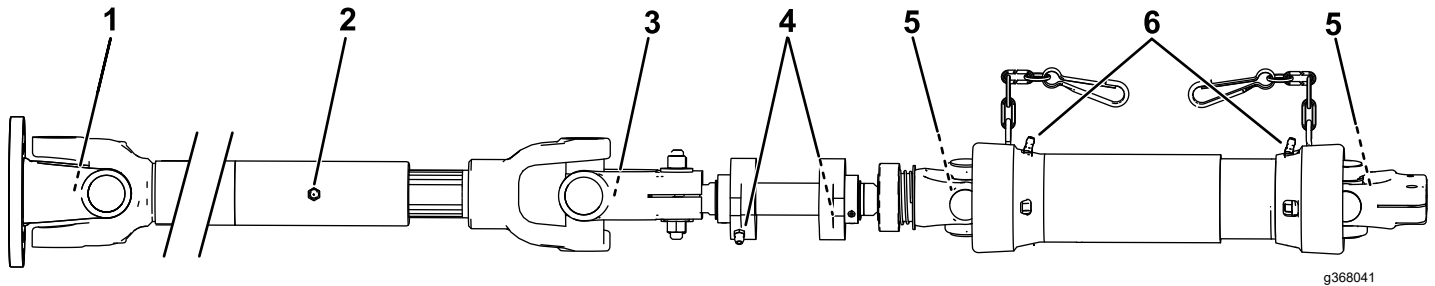

Figure 23
2. La machine comprend 9 points de graissage ; voir l'autocollant d'entretien du kit de montage ou Figure 23.